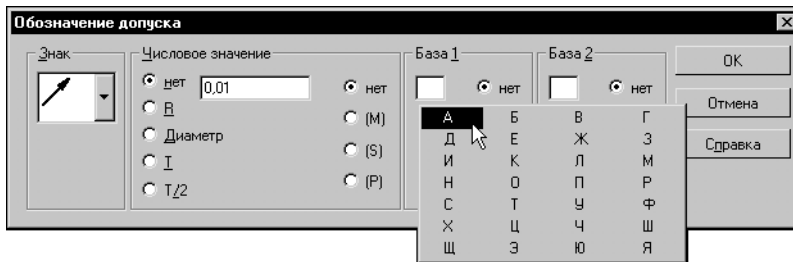

Рис. 22.12. Выбор обозначения базовой поверхности
4.3. Выполните двойной щелчок в поле **База 1** и выберите из списка букву **А** для обозначения базовой поверхности (рис. 22.12).